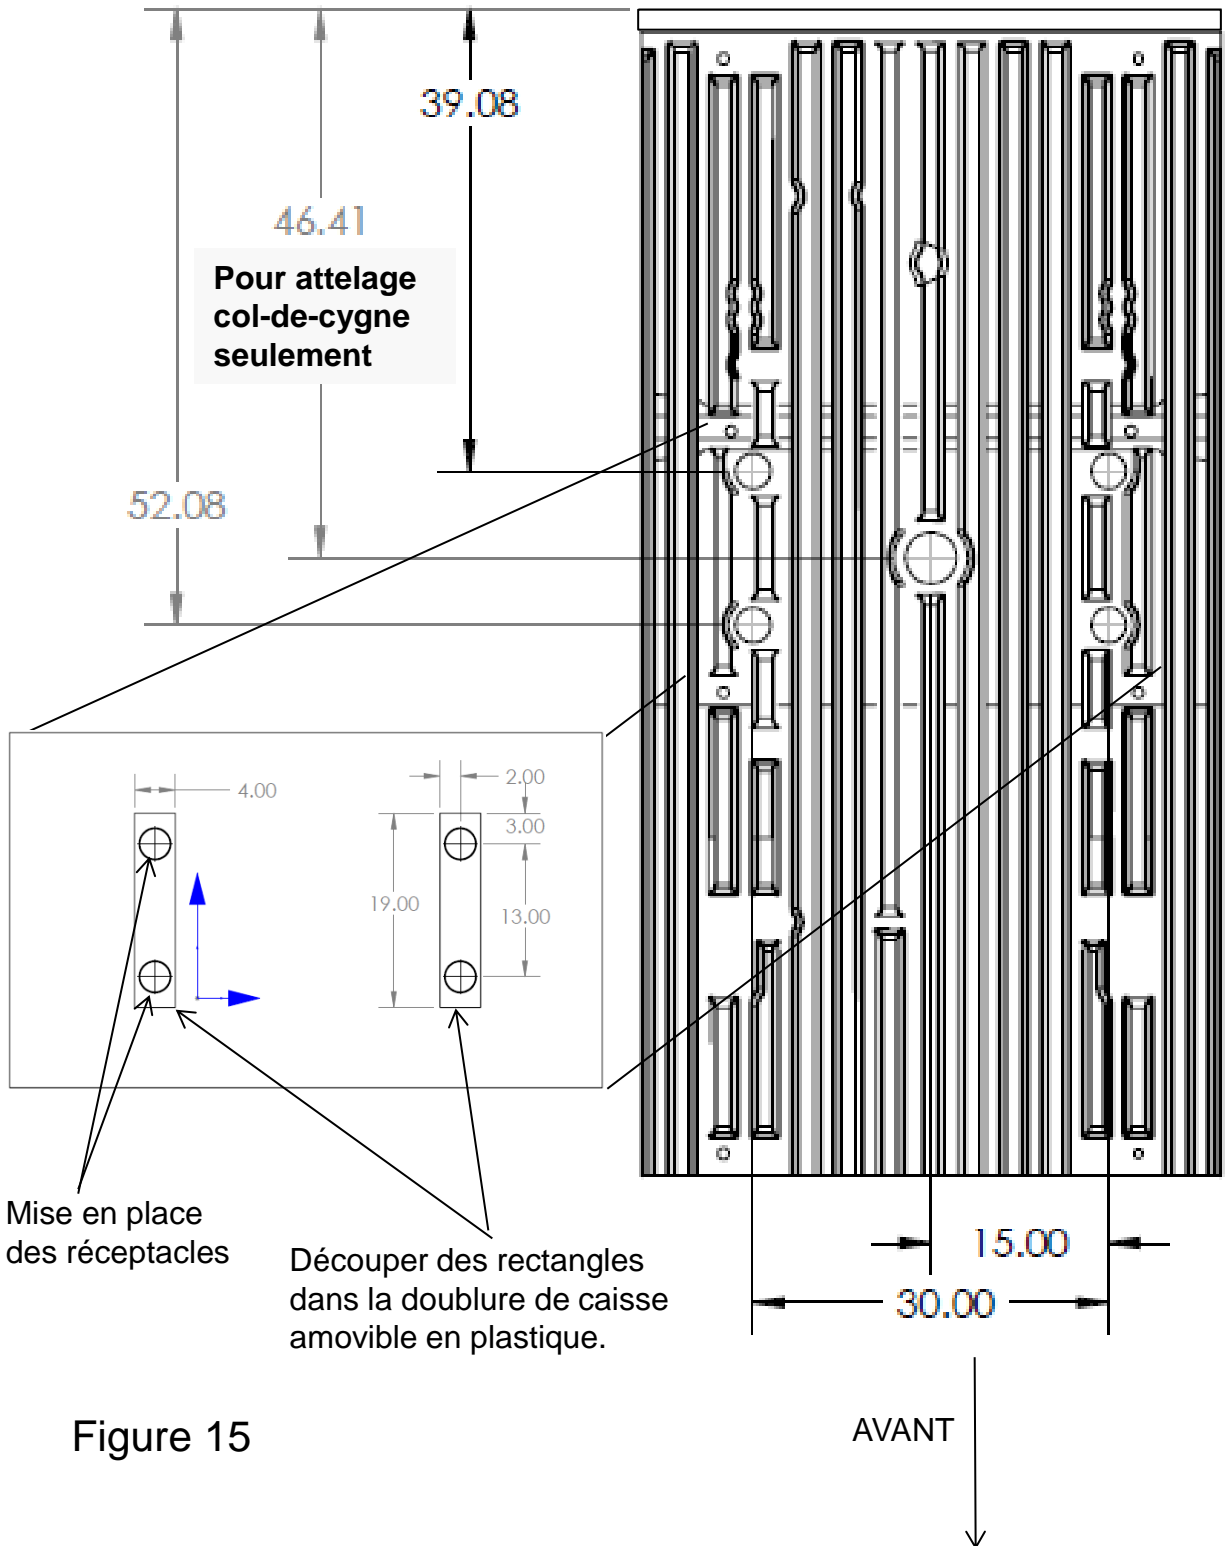

Figure 15
14. Percer des trous de guidage de 1/8 po dans la plateforme de la camionnette au niveau des empreintes (dimensions approx. à la Figure 15). L'empreinte du centre ne sert que pour les attelages col-de-cygne. (Voir les instructions concernant l'attelage col-de-cygne s'il y a lieu.) Les empreintes sont faites en usine. Si les empreintes sont absentes, se reporter à la Figure 15 de la page 9. Utiliser une scie-cloche 2 3/4 po pour percer aux emplacements des trous de guidage. Nota : Consulter l'installateur pour connaître le temps de durcissement recommandé des doublures à vaporiser avant de percer des trous dans le plancher de caisse. Facultatif : Vaporiser sous le revêtement autour des trous de 2 3/4 po afin de prévenir la corrosion.